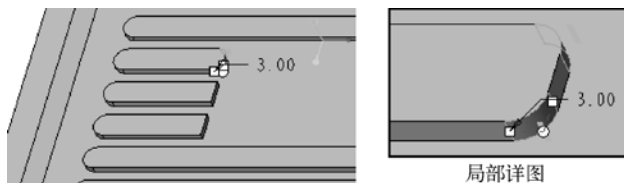

图 5-119 结合 <Ctrl> 键选择要倒圆角的两条边线参考
(1) 在功能区“模型”选项卡的“工程”组中单击  (倒圆角) 按钮, 打开“倒圆角”选项卡。
(2) 按住 <Ctrl> 键并分别单击图 5-119 所示的两条边线。